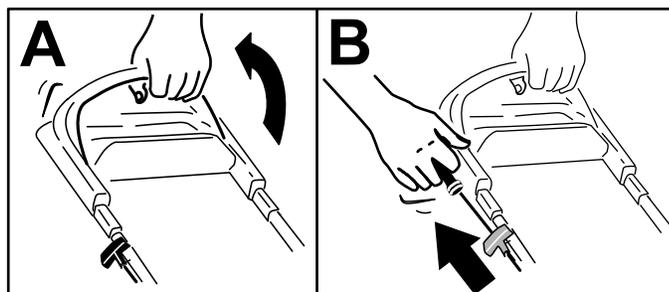

Figura 15
1. Sujete la barra de control de las cuchillas contra el manillar (Figura 15).
2. Tire de la cuerda de arranque (Figura 15).
**Nota:** Cuando tire del arrancador de retroceso, tire suavemente hasta que note resistencia; luego tire con fuerza (Figura 15). Deje que la cuerda vuelva lentamente al manillar.